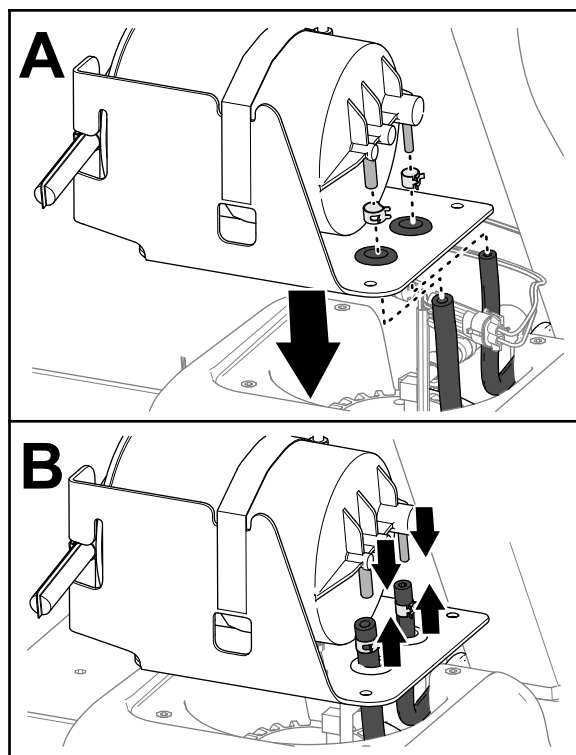

Рисунок 87
1. Проложите шланги топливного бака через уплотнительные втулки кронштейна бачка с активированным углем (Рисунок 87).
2. Наденьте шланговые хомуты на шланги (Рисунок 87).
3. Подсоедините шланги к штуцерам бачка с активированным углем (Рисунок 87).